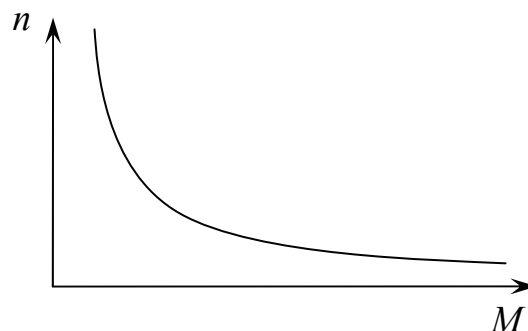

Рис. 3.7
3. Механическая характеристика двигателя постоянного тока последовательного возбуждения  $n = f(M)$  имеет вид (рис. 3.7).